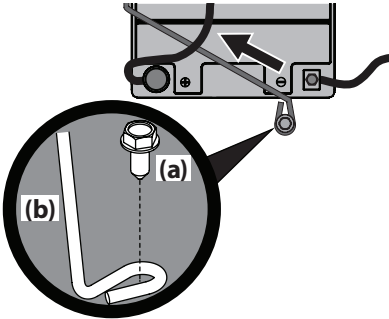

Figura 15
NOTA: El mazo de cables debería colocarse sobre la parte superior de la barra de sujeción de batería. De no ser así, el mazo de cables podría resultar dañado. Consulte la Figura 15 en la página 44.
3. Extraiga el tornillo de arandela hexagonal (a) que sujeta la barra de sujeción de la batería al bastidor (b). Luego levante la barra de sujeción de la batería (b) para liberar la batería. Consulte la Figura 15.